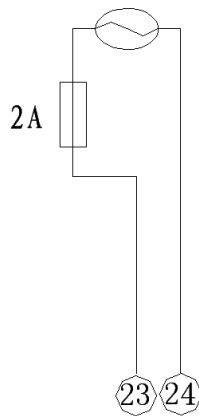

Figura 4-1. Diagrama de Conexão de Alimentação do PH3100
- Fonte de alimentação de 85 a 265 Vdc/Vac. O PH3100 pode ser danificado ou não funcionar adequadamente se a fonte de alimentação estiver fora da faixa indicada. A Figura 4-1 mostra o diagrama de conexão de alimentação do PH3100.
- Para as medidas secundárias, a faixa de tensão de linha deve estar entre 0 a 693 V, a faixa de tensão de fase deve estar entre 0 a 400 V e a faixa de corrente entre 0 a 5 A. O PH3100 pode ser danificado ou não funcionar adequadamente se as medidas estiverem fora das faixas acima especificadas. Para operação acima das fixas de tensão especificadas, é obrigatório o uso de transformadores de potencial (TP) ou de corrente (TC).